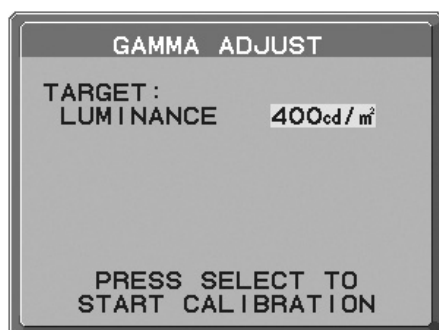

Figure 15
- Réglez la LUMINANCE cible (cd/m²) (**Figure 15**). Appuyez sur SELECT pour démarrer le calibrage. Cette opération peut prendre quelques minutes selon le paramètre de l'utilisateur.